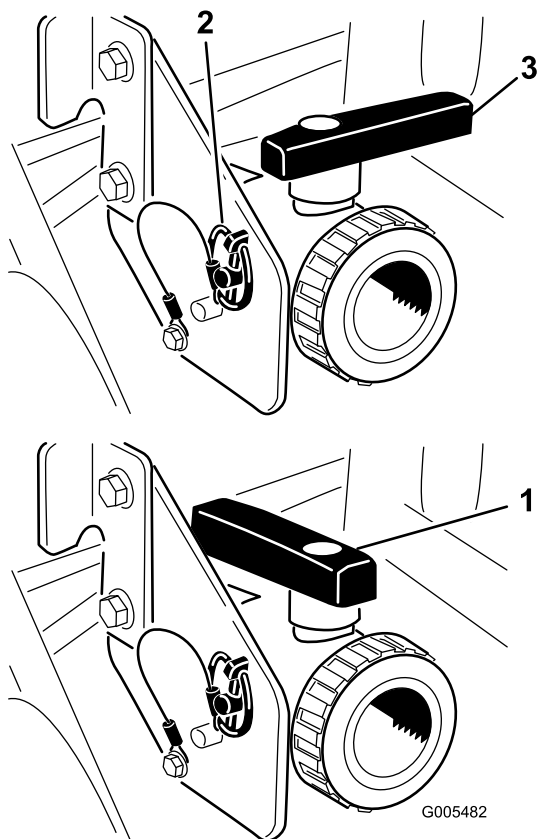

図 27
タンク・ドレン・ハンドルを操作して残っている薬液を全部排出し、地域の法律や規則、メーカーの指示に従って適切に処分する（図 27）。排出が済んだら、ブラケットについているリンチ・ピンを外してドレン・バルブを取り外して地面に置く。これにより、配管内部に残っている薬剤も完全に排出される。
- 3. 排出が完全に終了したら、ドレン・バルブをフレームに取り付けてリンチ・ピンで元通りに固定し、バルブを閉じる（図 27）。